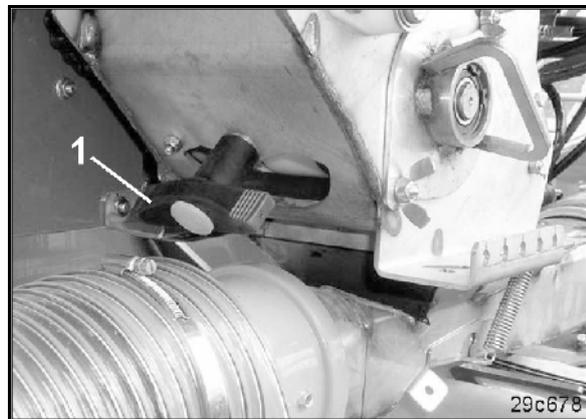

Fig. 61
- Restentleerungsklappe öffnen durch Drehen des Griffes (Fig. 61/1).
- Restentleerungsklappe (Fig. 61/1) schließen und die Abdrehwanne an der Transporthalterung befestigen.